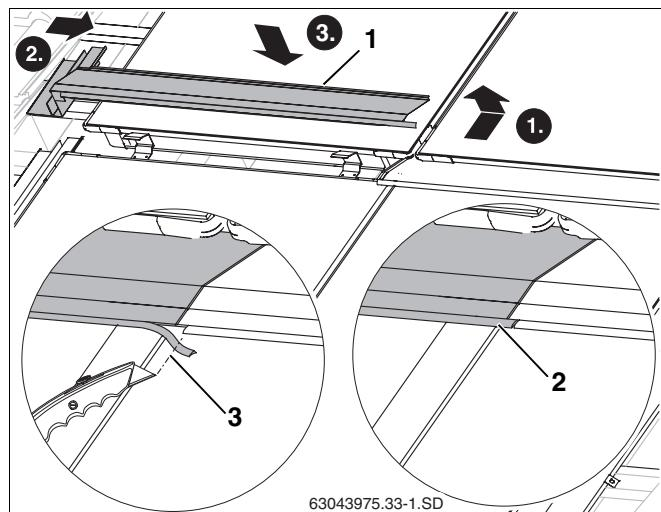

Рис. 53 Укладка левого среднего накладного листа
- Отогнутый край левого накладного листа (рис. 53, **поз. 1**) уложить так же, как и для правого листа в раму коллектора.
- Укоротить резиновый язычок настолько (рис. 53, **поз. 3**), чтобы он уперся в резиновый язычок правого накладного листа.
- Вставить резиновый язычок левого накладного листа в фальц правого накладного листа (рис. 53, **поз. 2**).